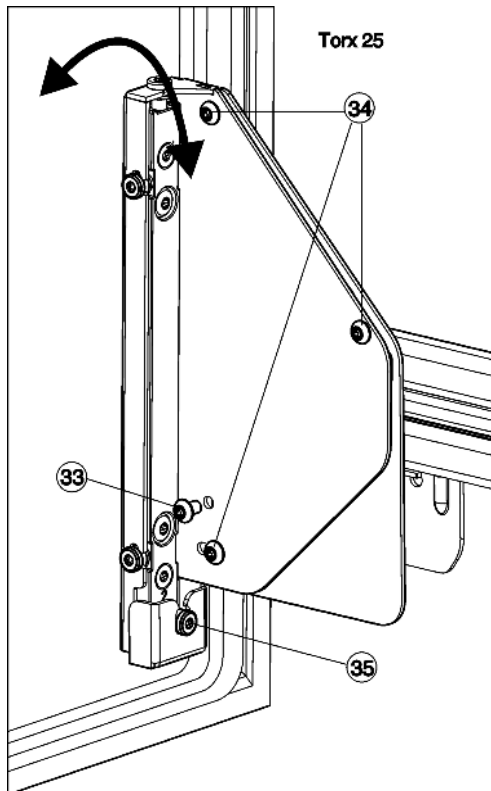

Fig. 25
- ▶ Полностью выкрутите винт Fig. 25 (34).
- ▷ Винт Fig. 25 (34) можно утилизировать, он больше не понадобится.
- ▶ Отпустите винты Fig. 25 (34) только на 1-2 оборота.
- ▶ Вращайте регулировочный винт Fig. 25 (35). По часовой стрелке: дверь вверху отклоняется от корпуса устройства. Против часовой стрелки: дверь вверху приближается к корпусу устройства, а внизу отходит от него.
- ▶ После окончания регулировки наклона снова прочно затяните все винты Fig. 25 (34).